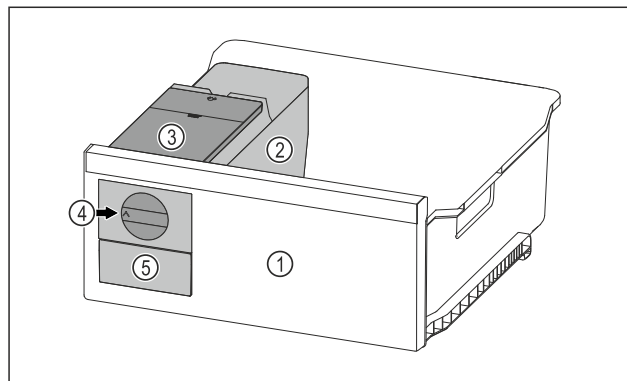

Fig. 99 Representación a modo de ejemplo
- ▶ Girar el botón giratorio Fig. 99 (4) en el sentido de las agujas del reloj hasta el tope.
- ▶ Los cubitos de hielo caen de la cubitera al compartimento de cubitos de hielo Fig. 99 (5).